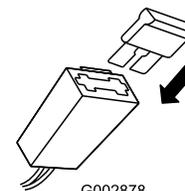

Bild 26
- Setzen Sie die Sicherung in den Sicherungshalter ein (Bild 26).